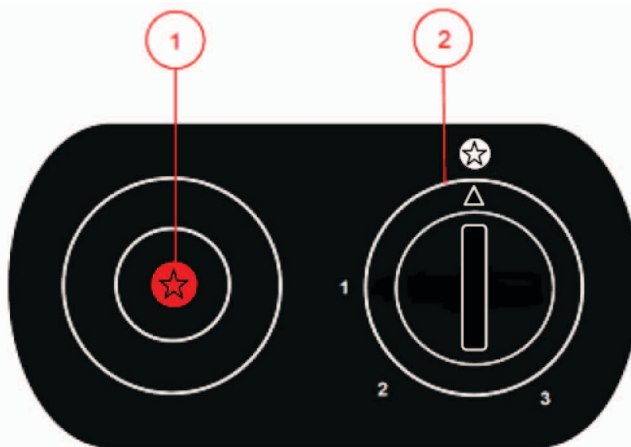

Рис. 2
2. Установите ручку регулятора клапана в положение пьезорозжига (рис. 2).
3. Нажмите на ручку регулятора клапана в положении пьезорозжига (рис. 2).